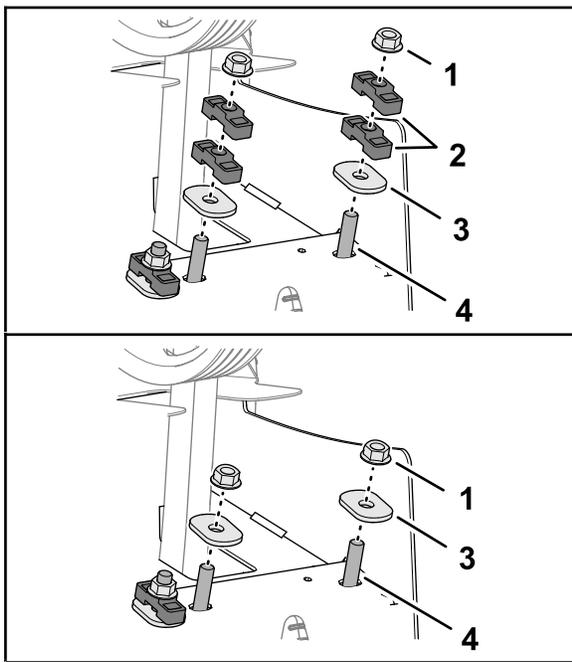

図 134
6. 硬化楕円ワッシャとロックナットで、ダンパナシャフトとスペーサを後フレームに固定する **図 134**。